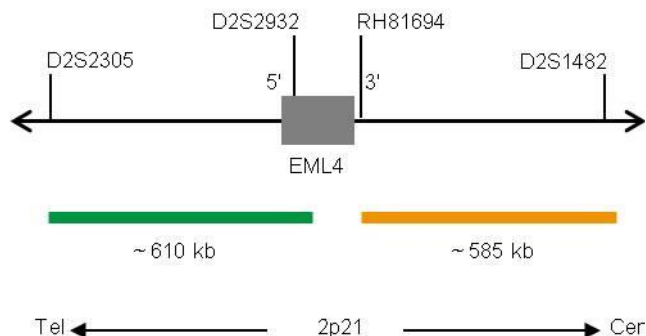

Abb. 1: SPEC EML4 Sondenlokalisierung (nicht maßstabsgetreu)
- ZyGreen (Anregung 503 nm/Emission 528 nm) markierten Polynukleotiden (~10 ng/μl), die gegen Sequenzen in 2p21* (chr2:41,856,860-42,464,761) gerichtet sind, welche distal zur EML4-Bruchpunktregion lokalisiert sind (siehe Abb. 1).
- ZyOrange (Anregung 547 nm/Emission 572 nm) markierten Polynukleotiden (~4,5 ng/μl), die gegen Sequenzen in 2p21* (chr2:42,576,262-43,163,545) gerichtet sind, welche proximal zur EML4-Bruchpunktregion lokalisiert sind (siehe Abb. 1).